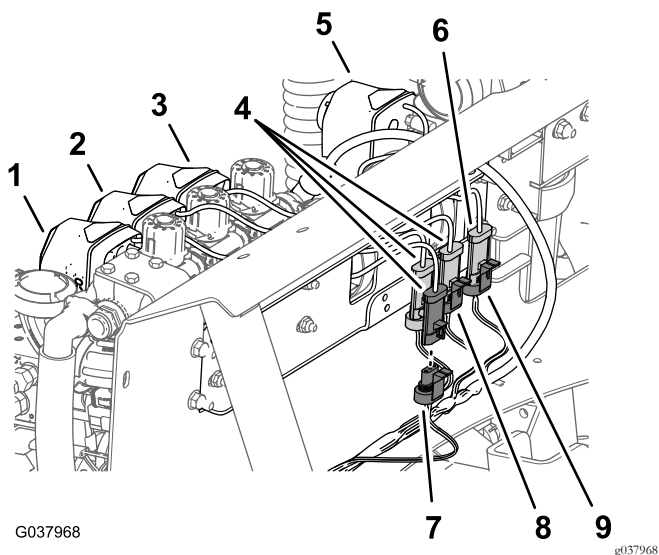

图114
1. 将搅拌阀致动器的 3 针接头连接至标有搅拌阀的 76cm 线束支管的 3 插槽接头 图114。